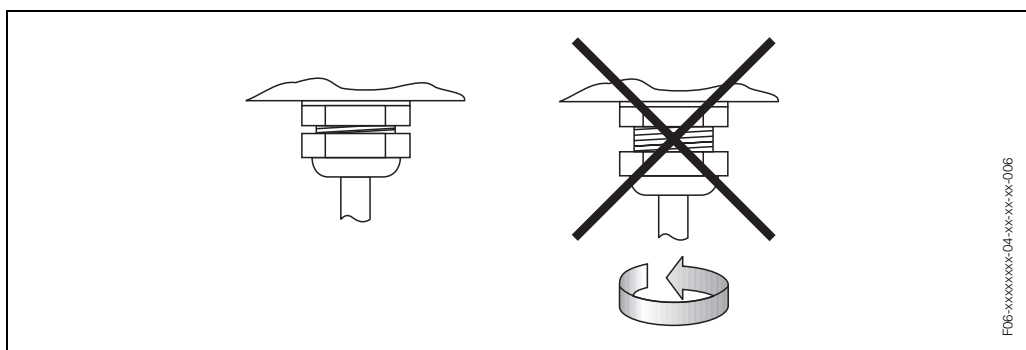

Fig. 31: Instrucciones de instalación referentes a las entradas de cables en la caja del transmisor
- Apriete firmemente todas las entradas de cable (Fig. 31).